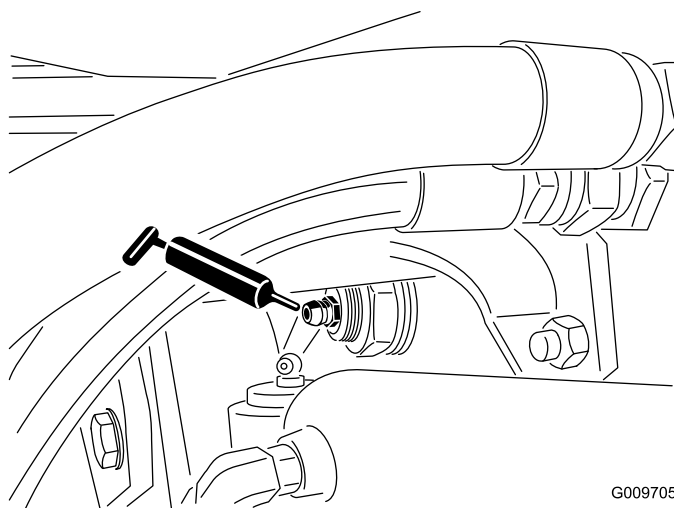

図 22
- ・ 後アクスル・ピボットのブッシュ（2ヶ所）（図 22）